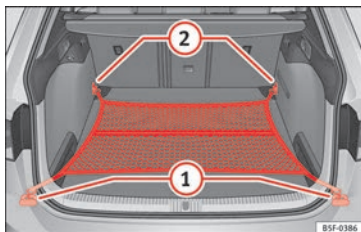

Fig. 176 Na bagageira: saco de rede fixado rente ao piso (modelo LEON ST).
- Dependendo do caso, levante as argolas de fixação dianteiras »» Fig. 176 ②.
- Fixe os ganchos da rede nas argolas de fixação ② »» ⚠. O fecho de correr do saco deve ficar voltado para cima.
- Fixe os ganchos da rede nas argolas de fixação ①.